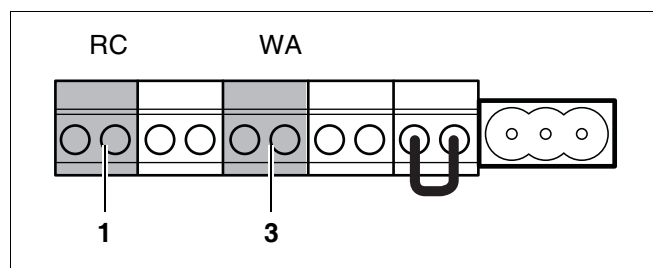

Fig. 33 Klemrække - rumbetjeningsenhed ModuLine 400 og potentialfri varmeaktivering
- Det er ikke muligt samtidigt at tilslutte en termostat til RC-tilslutningen (fig. 33, **pos. 1**) og på stikket potentialfri varmeaktivering (WA) (fig. 33, **pos. 3**).